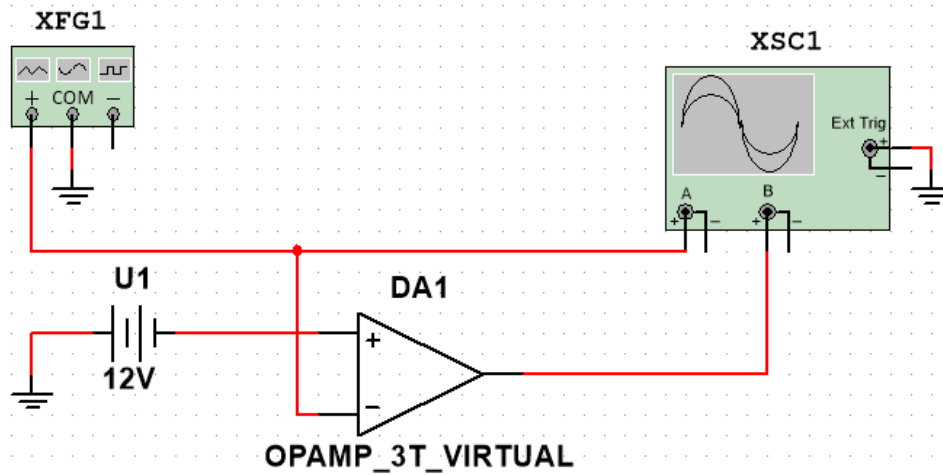

Рисунок 14.2
2.1 Зберіть схему компаратора (рис. 14.2) з реальним ОП. На інвертуючий вхід подавайте постійну опорну напругу ($U1$), а на неінвертуючий вхід – синусоїдальний і пілкоподібний сигнали з наступними параметрами: $f_{\text{вх}} = 1$ кГц, $U_{\text{вх}} = (10+N)$ (В), де N – номер варіанту. Виконайте дослідження вихідної напруги, змінюючи амплітуду і полярність напруги $U1$.